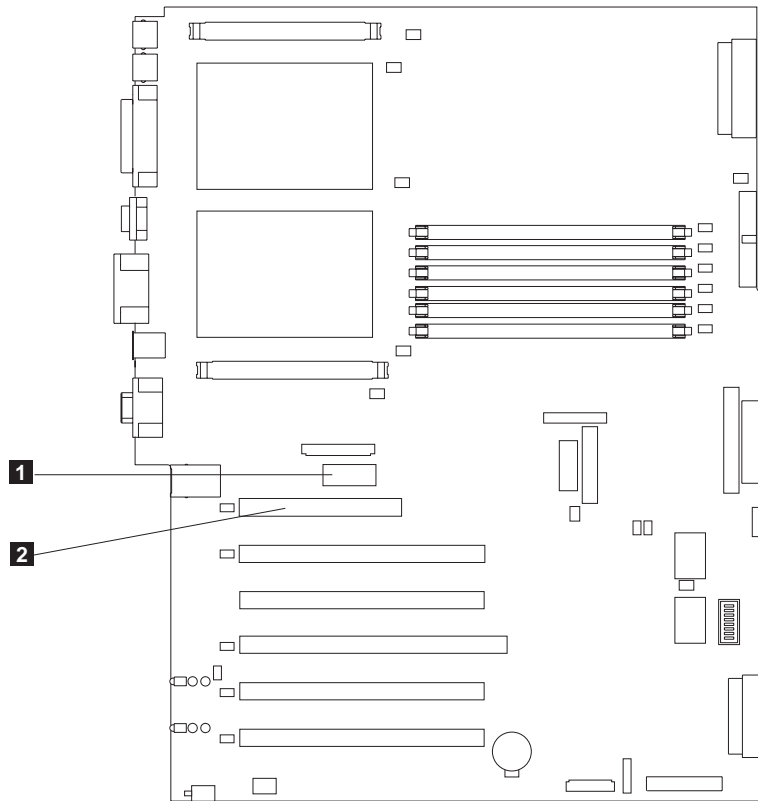

图 83. 系统板上的“远程监控适配器”接口
- b. 将电缆的另一端连接至系统板上的系统管理接口（J27）。第 102 页的图 83 中的项 **1** 显示了系统板上系统管理接口的位置。